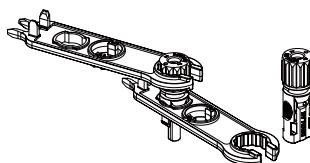

Figura 5.5 Conector com Porca Aparafusada
- c) Insira o pino de contato na parte superior do conector e aperte a porca cega na parte superior do conector. (conforme mostrado na figura 5.5).